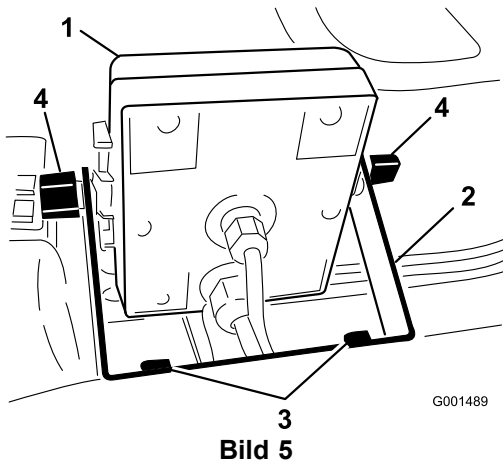
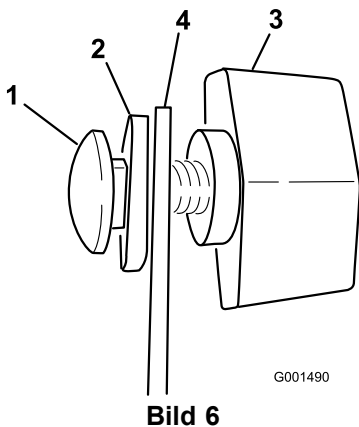

Bild 5
Bild 6
- Montieren Sie die Steuergeräthalterung mit zwei Bundbolzen (1/4 x 3/4 Zoll) und zwei Bundmuttern (1/4 Zoll) am Armaturenbrett (Bild 5).
- Montieren Sie die zwei Schlossschrauben, Gummischeiben und Handräder lose auf der Halterung, wie in Bild 5 und Bild 6 dargestellt.
- Montieren Sie das Spray Pro-Steuergerät auf den Schlossschraubenköpfen (Bild 5) und ziehen Sie die Handräder an, um es zu befestigen.